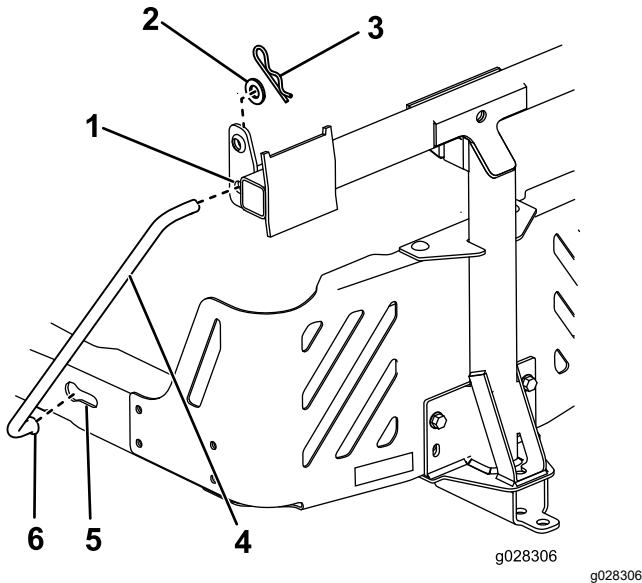

Figura 14
5. Montai capătul îndoit i evazat al unei tije în fanta de blocare din partea stângă a cadrului mainii i deplasai tija în spate pentru a o aeza în cadru (Figura 14).
6. Introducei capetele îndoite ale tijelor în elementul de montare a dispozitivului de ataare, aa cum se arată în Figura 14 i fixai capătul fiecărei tije cu o aibă i un tift în formă de agrafă.